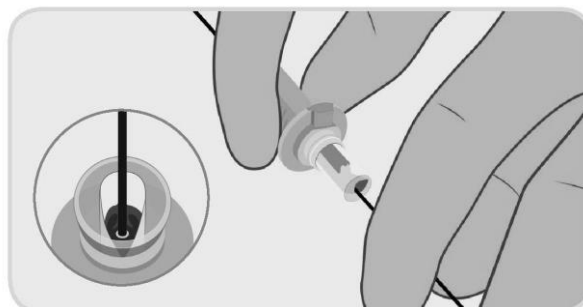

Abbildung 7. Laden des Führungsdrahts in die Kanüle des Geräts.
- a. Beim Einführen nicht heparinisierte Kochsalzlösung zum Befeuchten des Führungsdrahts verwenden. Den Führungsdraht in das Implantat in der Ladekanüle (siehe Abbildung 7) einschieben und weiter vorschieben, bis er aus dem hinteren Teil des Griffs des PerQseal+ Gefäßverschlussystems heraustritt. Die PerQseal Einführschleuse in einem niedrigen Winkel in Bezug auf die Längsachse der Arterie (z. B. 20°) halten und die Einführschleuse so gerade wie möglich halten, um Knicke zu vermeiden.
- Hinweis 2: Während der Einführung nur den hinteren Bereich der Ladekanüle ergreifen (s. Abb. 7).*